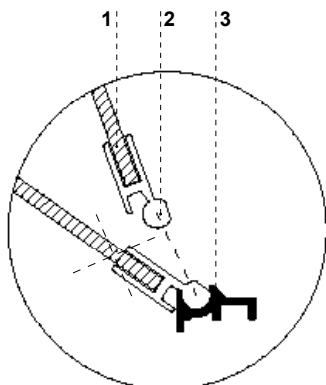

Abb.8 Demontage der Frontscheibe
- ⚠ **Die Frontscheibe im Aluprofil kann bei dem Waschen des Anlageinneren nicht frei halb geöffnet werden. Das kann die Scheibe beschädigen und ist aus der garantie ausgeschlossen. Während der Wartung soll die Scheibe mit dem Profil entfernt werden Abb.8 (S.28).**